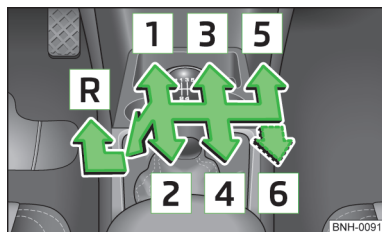

Fig. 90
En la palanca del cambio se presentan cada posición de marcha » fig. 90.
- Colocar la palanca del cambio completamente hacia la izquierda y luego hacia adelante en la posición **R** » fig. 90.